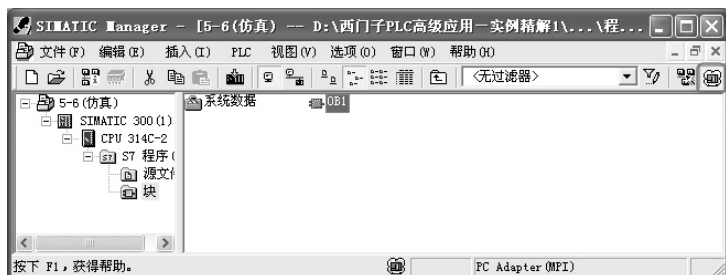

图 6-47 开启仿真
2) 开启仿真。在 SIMATIC 管理界面中，单击工具栏上的“仿真开关”按钮，如图 6-47 所示。